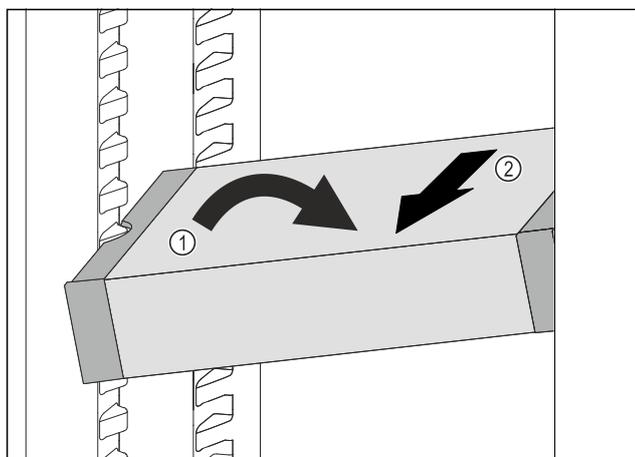

Fig. 69
▶ Coloque el VarioSafe en el compartimento del frigorífico en posición oblicua. Fig. 69 (1)
▶ Extraiga el VarioSafe hacia delante. Fig. 69 (2)